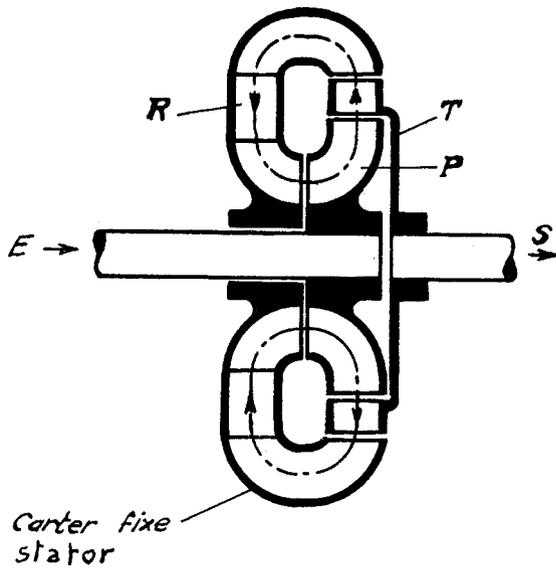

Fig. 12
- a) Le transformateur de couple (Fig. 12, page 62). Il se compose de trois éléments : une roue-pompe (P), une roue-turbine (T) et un carter fixe englobant le tout et qui comprend les aubages de réaction (R). Le carter est rempli d'huile très fluide et non moussante.